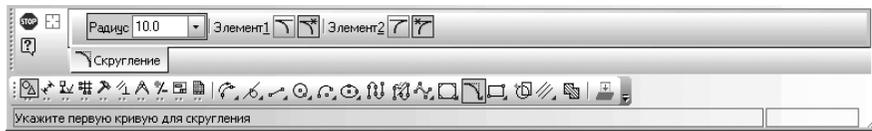

Рис. 8.137. Панель свойств: Скругление, Компактная панель с нажатой кнопкой  Скругление и строка сообщений
**Панель свойств: Скругление, Компактная панель**, с нажатой кнопкой  **Скругление**, и строка сообщений показаны на рис. 8.137.